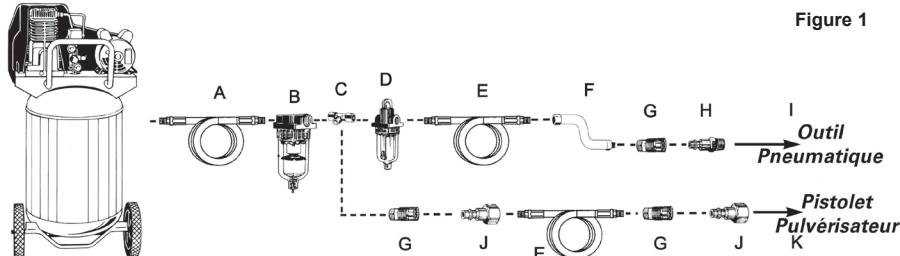

Figure 1
7. Branchez l'outil au raccord rapide du tuyau flexible d'air. **REMARQUE : Il est recommandé d'utiliser un flexible de raccordement à pivot (P012-0079SP - non inclus) afin d'empêcher le tuyau flexible de s'entortiller ou de se plier et de prévenir son usage excessif (voir l'élément F de la Figure 1 pour les connexions recommandées).**
Pour conserver le rendement optimal du moteur pneumatique, il faut le lubrifier à chaque utilisation. Des résidus de poussière, de saleté et d'huile se logeront à l'intérieur de l'outil et en réduiront le rendement. Un huilier sur canalisation est recommandé pour lubrifier automatiquement l'outil de façon adéquate (voir Figure 1). Si ce dispositif n'est pas disponible, il est possible de lubrifier l'outil manuellement par l'orifice d'admission (voir Figure 4).